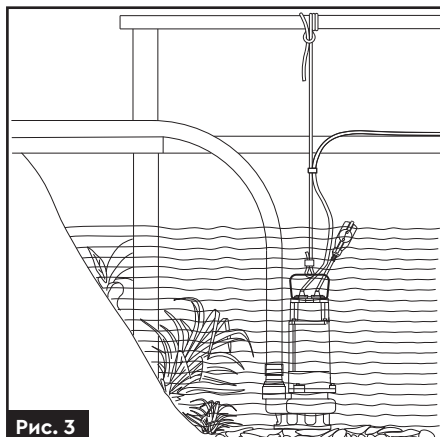

Рис. 3
- » При використанні шлангу або пластмасової труби в якості напірного трубопроводу, використовуйте запобіжний трос або ланцюг з неко-розійного матеріалу (наприклад, з синтетичних волокон або з оцинкованої, нержавіючої сталі) для опускання, підйому, закріплення і переміщення насоса (рис. 3).